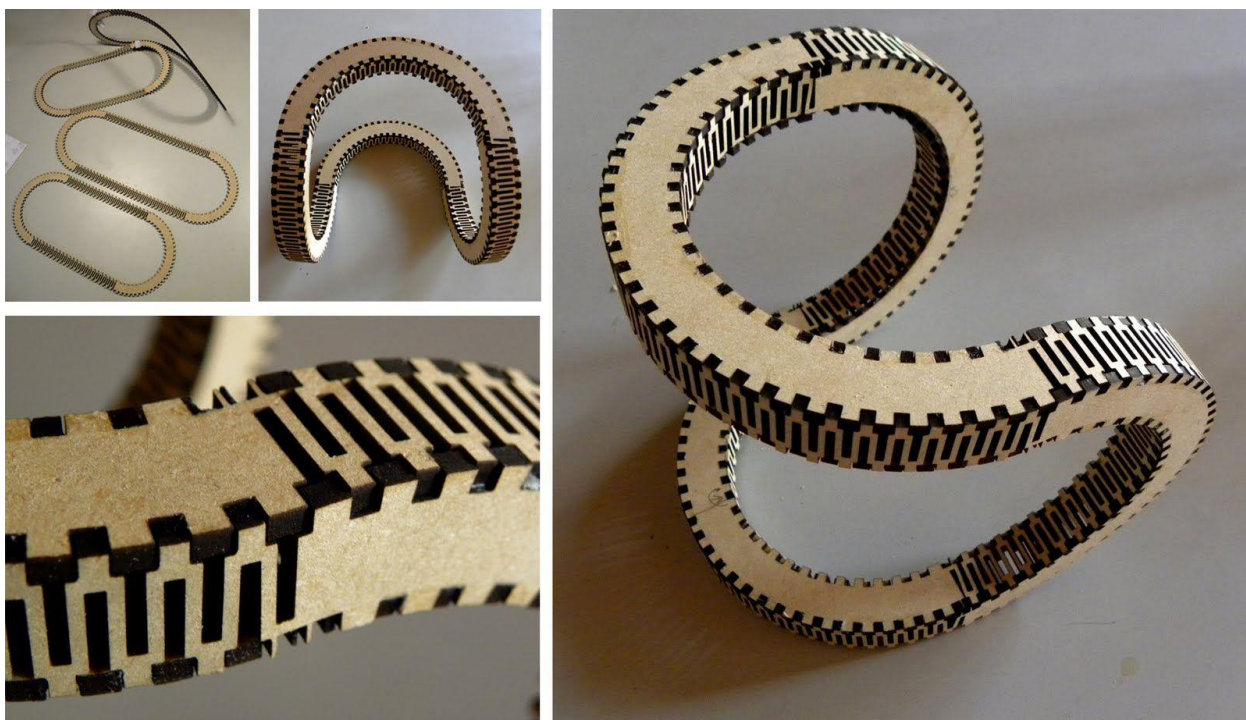

Рис. 2 Пример объемной бесконечной ленты «Мебиуса»
1. Спроектировать в графическом редакторе и изготовить на лазерно-гравировальном станке объемную бесконечную ленту «Мебиуса», пример на Рис. 2.